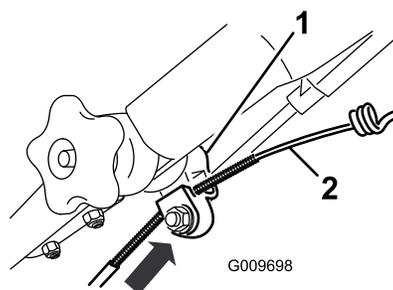

Figure 49
**Remarque:** Vous pouvez placer une règle graduée contre la face supérieure du support de câble noir et mesurer le déplacement de l'extrémité supérieure de la gaine (Figure 49).